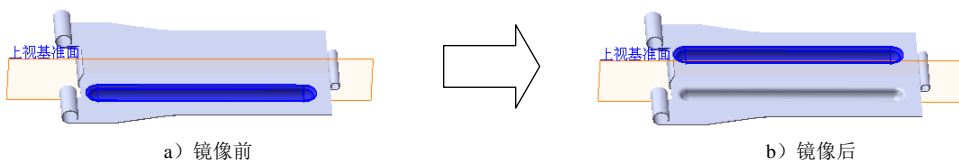
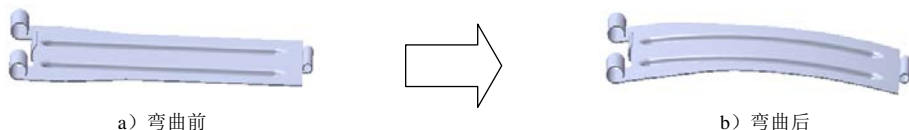

图 14.4.26 镜像 3
图 14.4.27 弯曲 1
Step15. 创建图 14.4.26 所示的镜像 3。
- (1) 选择命令。选择下拉菜单 **插入(I)** → **阵列/镜向(E)** → **镜向(M)...** 命令。
- (2) 定义镜像基准面。选取上视基准面作为镜像基准面。
- (3) 定义镜像对象。选择成形特征 1 作为镜像 3 的对象。
- (4) 单击 按钮，完成镜像 3 的创作。
Step16. 创建图 14.4.27 所示的零件基础特征——弯曲 1。
- (1) 选择命令。选择下拉菜单 **插入(I)** → **特征(F)** → **弯曲(B)...** 命令。
- (2) 选取弯曲实体及类型。选取整个模型作为弯曲实体，在 **弯曲输入(E)** 区域中选中 **折弯(B)** 单选项。